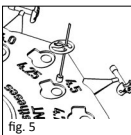

fig. 5
■ **fig. 5** TTP® VARIAC-protesen føres inn i den hertil tiltenkte fordyppningen i sizer disken i samsvar med den lengden som er beregnet på forhånd (se ovenfor: Bruk av sizer disk). Denne prosedyren bør utføres ved hjelp av den titanpinsetten (REF 8000 136) som kan leveres som ekstrautstyr.